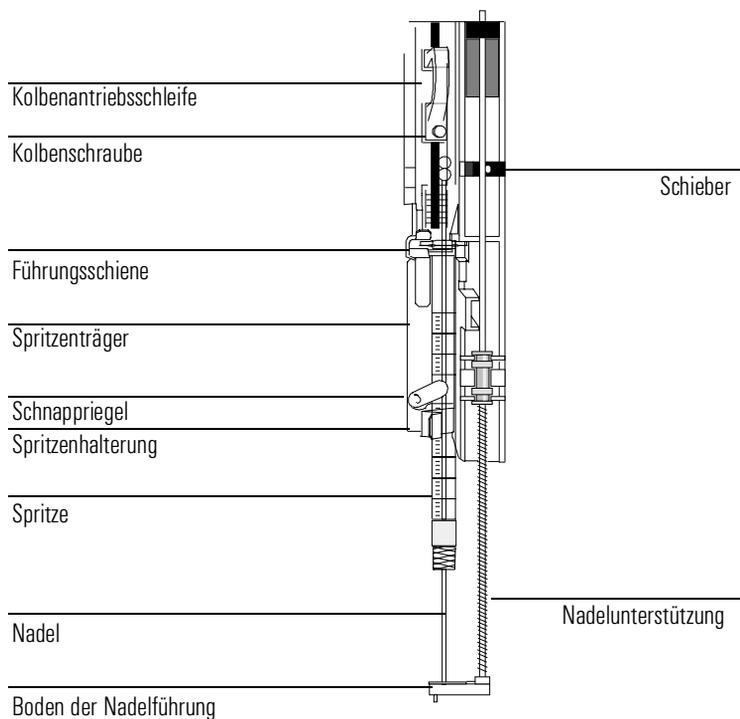

Abbildung 11 Spritzenträger und Nadelunterstützung mit Nadel installiert
9. Stellen Sie sicher, dass die Nadel in der Nadelführung im Fuß ausgerichtet ist, indem Sie den Schieber nach oben und unten bewegen. Die Nadel muss in der Nadelführung leicht beweglich sein. Siehe Abbildung 11.